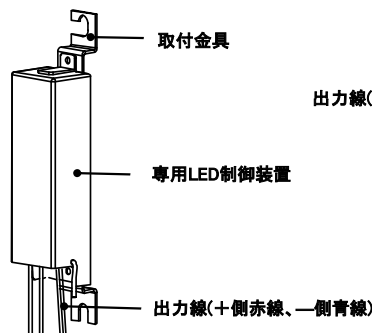

図9
- ⑤ 専用LED制御装置をポール開口部に収納し、取付金具で取付けてください。(図9)